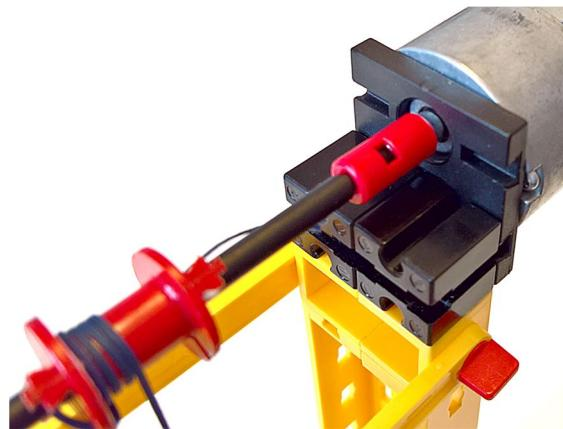

Abb. 4: Vereinfachter Anbau des Motors
5. Den Aufbau beim Motor selbst konnten wir gegenüber dem ersten Versuch sogar vereinfachen: Anstatt BS30 genügen BS15, und der Lagerbaustein direkt beim Motor konnte ganz entfallen – hier genügt der Achsanchluss des Power-Motors vollkommen (Abb. 4).